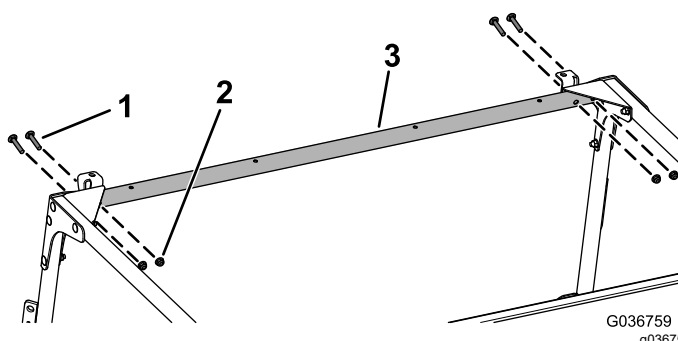

Рисунок 36
10. Установите, не затягивая, переднюю поперечину на передние монтажные кронштейны и угловые крепления с помощью 4 каретных болтов (5/16 x 1¾ дюйма) и 4 фланцевых гаек (5/16 дюйма), как показано на Рисунок 36.